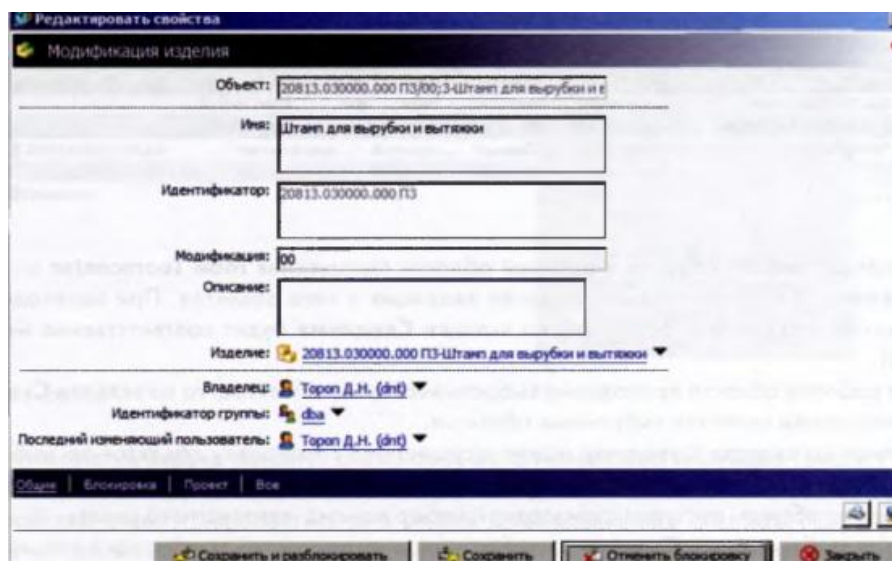

Рисунок 5 – Панель «Редактировать свойства»
1. Откройте меню «Редактировать свойства» (рисунок 5);